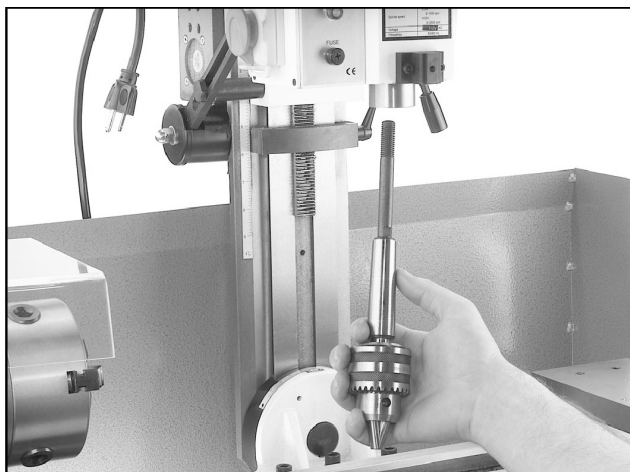

Fig. 11 Borrhuck tas bort från spindeln
- Håll med ena handen borrhucken och ta bort låsmuttern och brickan med andra handen. Borrhucken ska nu vara lätt att ta bort, enl. **fig. 11**.